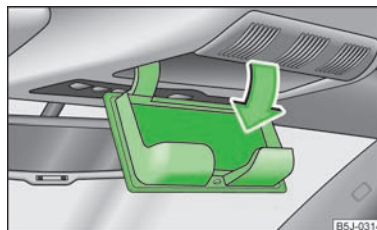

Fig. 66
- Appuyez sur le couvercle du compartiment à lunettes, le vide-poches se rabat vers le bas » fig. 66.